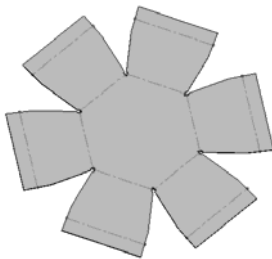

图 9-149 展开的六角盒
⑧ 展开六角盒钣金件。右击“FeatureMannger 设计树”中的“平板型式 1”，在弹出的快捷菜单中单击“解除压缩”图标，将钣金零件展开，如图 9-149 所示。